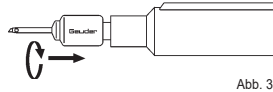

Abb. 3
- Schieben Sie den Infusionsaufsatz über die Ultraschallspitze und schrauben Sie ihn auf das Gewinde des Ultraschallhandgriffs (Abb. 3). Beachten Sie, den Infusionsaufsatz nicht zu beschädigen oder, bei Verwendung eines Infusionsaufsatzes mit flexiblem Innenteil, dieses nicht zu verschieben.